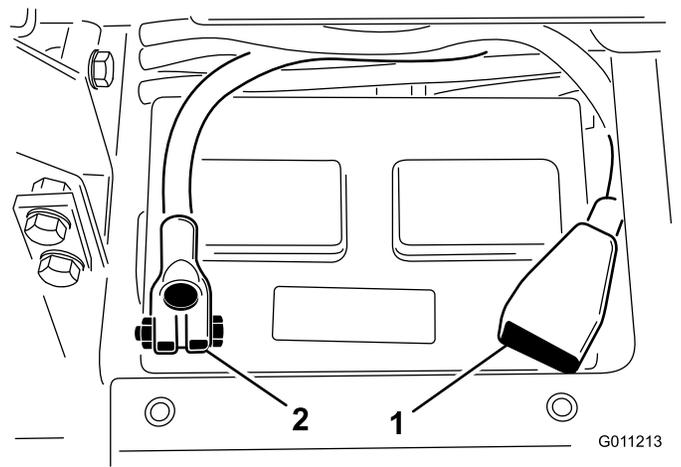

图 5
5. 将正极电缆红色安装到电池正极 (+) 端子并用 T 型螺栓和螺母固定图 5。
6. 将负极电缆黑色安装到电池负极 (-) 端子并用 T 形螺栓和螺母固定图 5。